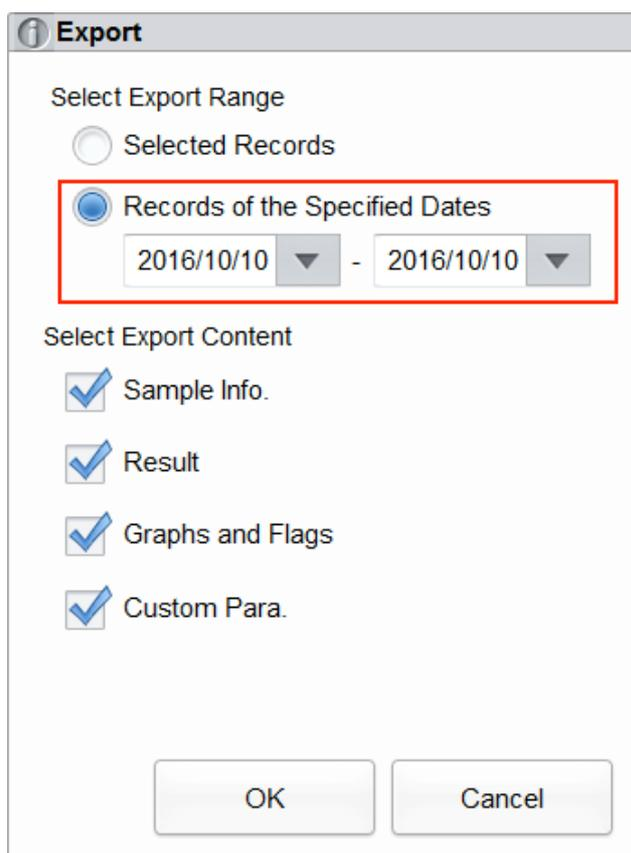

Рис. 6-15 Экспорт результатов за выбранные даты
- c. Выберите **Records of the Specified Dates** (Записи за выбранные даты) и вставьте даты выбранного интервала в поля ввода даты, как показано на Рис. 6-15: